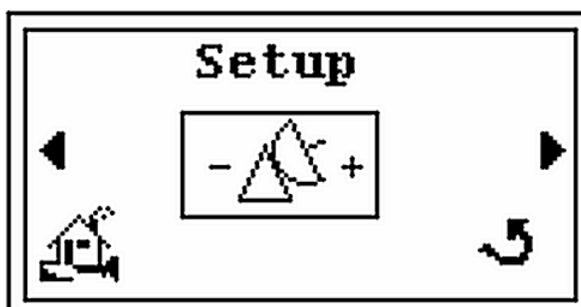

Figure 2-46 Ecran de réglage
3. Presser ► et l'écran de *Réglage* apparaît (Figure 2-46).